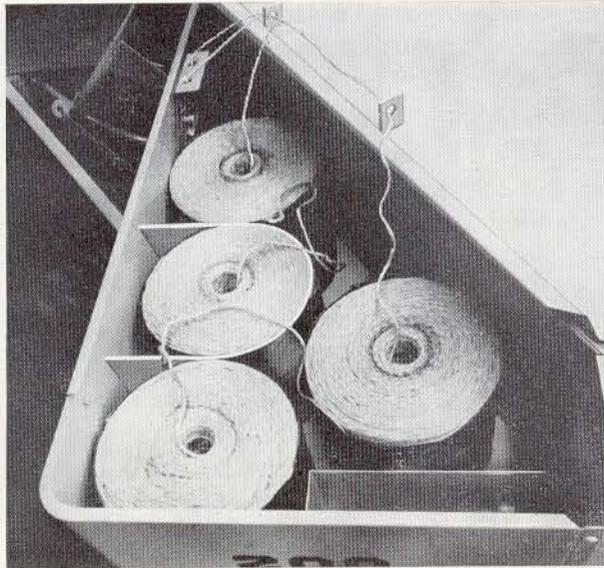

Fig. 35. — Disposition des bobines.
Un changement de ficelle exige normalement un réglage du système de tension de ficelle (voir fig. 35) et des ressorts plats des doigts reteneurs.
Le système de tension de la ficelle est situé à l'intérieur de la boîte (voir fig. 35). Il faut tourner l'écrou de réglage pour tendre légèrement la ficelle.
- 1 - Installer quatre pelotes de ficelle dans la boîte comme l'illustre la figure 35.
- 3 - Raccorder l'extrémité intérieure de la troisième pelote avec l'extrémité extérieure de la quatrième pelote (voir fig. 35).
- 4 - Enfiler les extrémités libres des seconde et quatrième pelotes dans les guide-ficelle et le système de tension (voir fig. 35).
Pour enfiler correctement les aiguilles et les ensembles de noueurs, lire attentivement les instructions suivantes et se reporter aux figures 35 et 38.